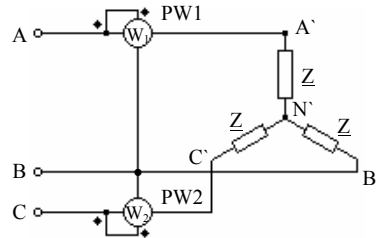

Рис. 9.1
**3. Исходные данные.** К трехфазной сети с напряжением  $U$  подключена нагрузка, состоящая из трех одинаковых приемников, имеющих комплексы полных сопротивлений  $Z_A = Z_B = Z_C = Z$ , которые соединены звездой (рис. 9.1, табл. 9.3).